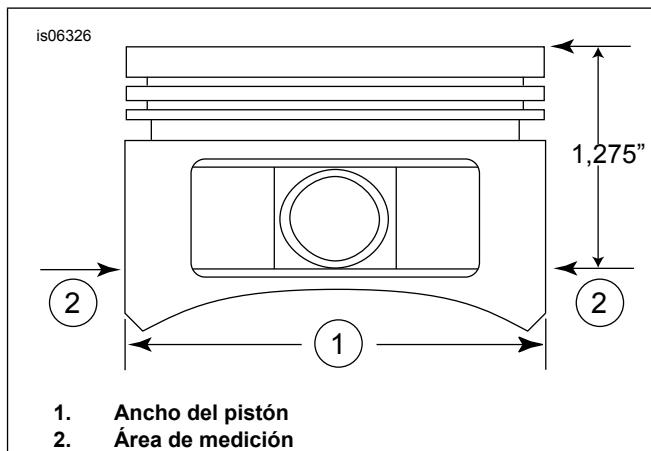

Figura 2. Mediciones del pistón
5. Vea Figura 2 . Mida el ancho del pistón (1), a 90 grados en sentido horizontal desde ambos lados del orificio del pasador del pistón y a 1,275 pulg. hacia abajo desde la superficie superior del pistón (2). Consulte la tabla 11 para conocer el ajuste del pistón al cilindro en esta ubicación.